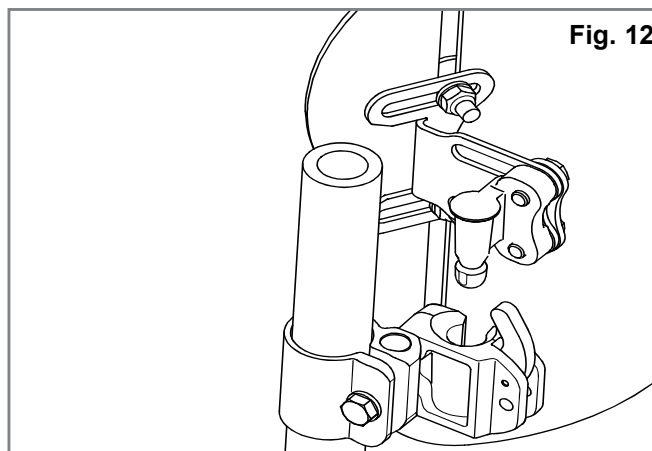

Fig. 12
- Lockern Sie die Schrauben des Befestigungsstifts (B) und die Muttern der Halteplatte (C) mit dem mitgelieferten 10 mm Ringschlüssel, aber nehmen Sie sie nicht ab.
- Befestigen Sie den J3 Carbon Rücken an der Halterung, indem Sie die Aufnahmestifte in die Aufnahmen einstecken (Fig. 12).